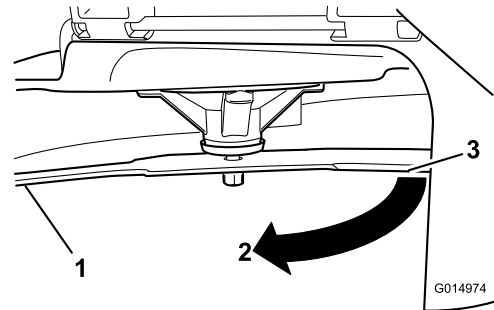

**Figura 58**
2. Llevando guantes fuertemente acolchados u otro tipo de protección apropiada para las manos, gire lentamente la cuchilla hasta una posición que permita medir la distancia entre el filo de corte y la superficie nivelada en la que descansa la máquina (**Figura 58**).